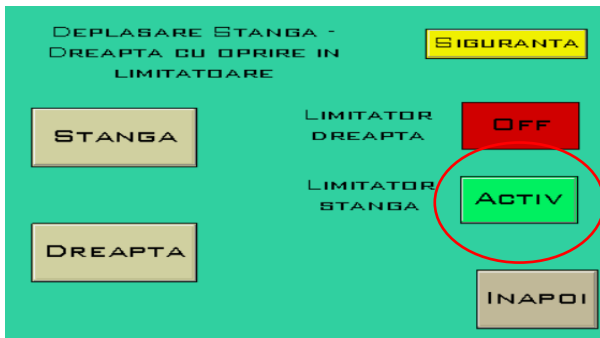

Figura 21. Buton de tip led pentru limitatorul din partea dreaptă
e. Dacă se dorește oprirea platoului din deplasarea spre stânga se așteaptă până când platoul trece peste limitatorul din partea stângă, cu adresa 0.07, iar pe interfața HMI-ului, se va activa butonul "Limitator stânga" – figura 21.